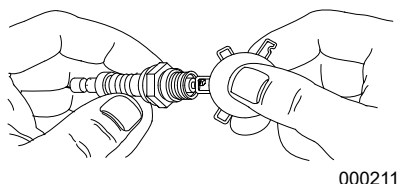

Figure 4-4. Bougie
3. Inspectez l'écartement des électrodes à l'aide d'une jauge à fils et réajustez-le si nécessaire à 0,02 po (0,51 mm). Voir la **Figure 4-4**.